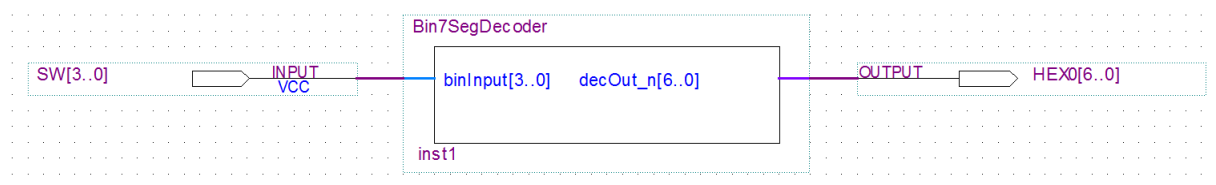

Figura 9 – Instanciação do módulo "Bin7SegDecoder" e ligação a pinos da FPGA.
6. Num novo ficheiro chamado "DisplayDemo.bdf", crie um esquema lógico para instanciar o decodificador binário→7 segmentos e associar os respetivos portos a pinos concretos da FPGA do *kit* de desenvolvimento. Como mostra a Figura 9, ligue as entradas a interruptores e as saídas aos sinais de controlo dos segmentos do *display* HEX0.